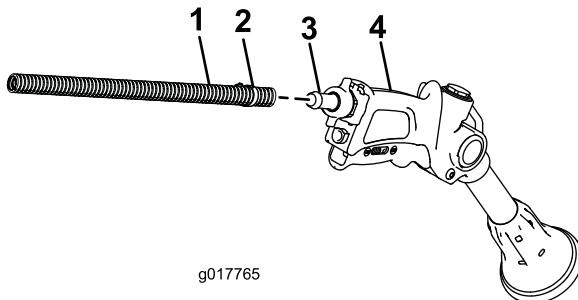

Figura 18
2. Ligue a extremidade livre da tubagem longa ao encaixe da pistola de pulverização (Figura 18).